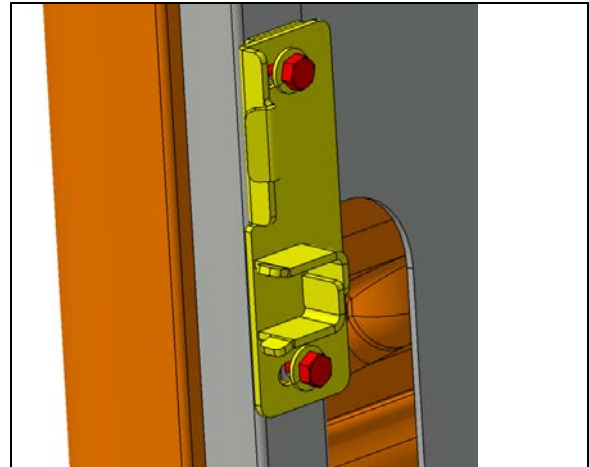

FIGURE 65:
17. Procéder à l'ajustement transversal en déplaçant la plaque d'alignement et de verrouillage à l'aide des rainures (trous de montage) (Figure 65:).